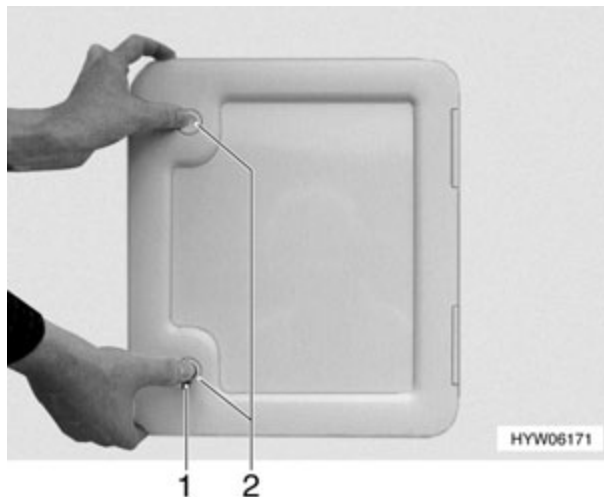

Fig. 140 Apertura de la trampilla de evacuación Thetford
La trampilla de evacuación para el cassette Thetford (Fig. 140) está en la parte exterior de la aurocaravana:
- Abrir el cierre a presión (Fig. 140,1) con la llave.
- Pulsar simultáneamente las dos cerraduras de presión (Fig. 140,2) y abrir la trampilla de evacuación para el cassette Thetford.